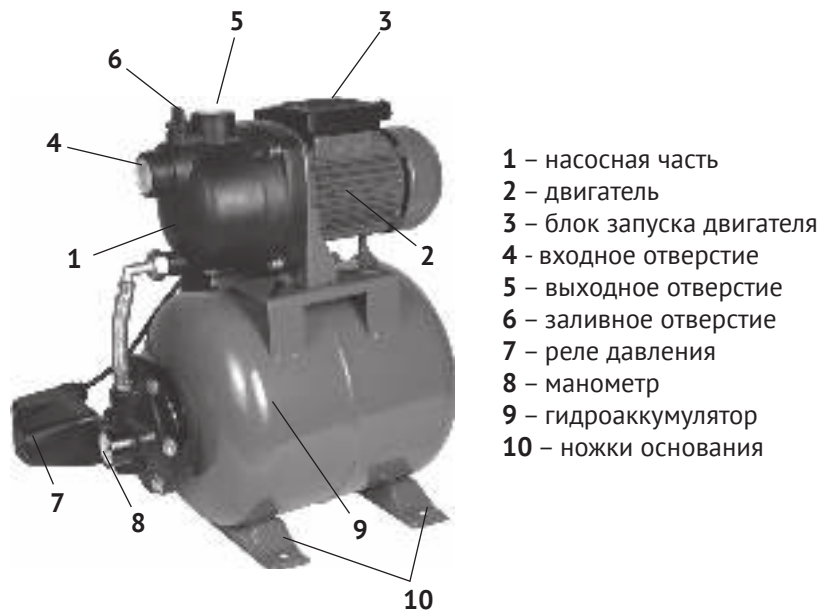
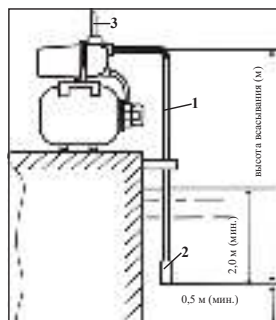

рис. 1
рис. 3
Станция состоит из гидроаккумулятора (рис.1 поз.9) и закреплённого на нём насоса с органами контроля (реле давления – рис.1 поз.7, манометр – рис.1 поз.8) и управления запуска двигателя (рис.1 поз.3).
Привод насоса станции осуществляется однофазным асинхронным двигателем переменного тока (рис.1 поз.2). На якорь двигателя крепится пластиковая крыльчатка. Вращающееся с высокой скоростью рабочее колесо (крыльчатка) через диффузор и трубку вентури повышает давление воды в гидроаккумуляторе до установленного, при котором реле давления (рис.1 поз.7) отключает насос. Таким образом в гидроаккумуляторе создаётся давление, необходимое для подъёма воды на нужную высоту. При расходе воды, давление в гидроаккумуляторе понижается. При понижении до установленного давления, реле давления включает двигатель насоса. Двигатель насоса включается при подключении вилки кабеля питания к сетевой розетке. Вилка имеет контакт заземления, сетевая розетка должна иметь соответствующий контакт.
2.4 Общий вид станции представлен на рис.1
2.5 Двигатель (рис.1 поз.2) в металлическом корпусе и насос (рис.1 поз.1) в пластиковом корпусе закреплены сверху, на корпусе гидроаккумулятора (рис.1 поз.9). Насос приводится в действие асинхронным двигателем переменного тока. Подключение насоса к сети осуществляется кабелем питания со штепсельной вилкой с заземляющим контактом. Насосная часть станции имеет два отверстия (G1) для присоединения входной (рис.1 поз.4) и выходной (рис.1 поз.5) трубы (шланга). Сверху расположена заливная горловина (рис.1 поз.6) с пробкой. Двигатель насоса включается при подключении вилки кабеля питания к сетевой розетке
4.3 Установить станцию на ровной твёрдой поверхности. Для уменьшения вибрации рекомендуется закрепить ножки основания (рис.1 поз.10). Станцию лучше всего расположить как можно ближе к скважине (колодцу) подачи воды.
4.4 Присоедините к входному отверстию всасывающую трубу (шланг) и опустите её в воду, как показано на рис.3.
Внимание! Для оптимальной работы станции на всасывающую трубу необходимо установить обратный клапан (рис.3 поз.2).
4.5 Смонтируйте и присоедините к выходному отверстию (рис.1 поз.5) напорную магистраль (рис.3 поз.3). Трубы должны крепиться на специальных подвесках, чтобы не оказывать давления на станцию. Соединение труб должно быть герметичным.
- открыть пробку заливной горловины (рис.1 поз.6);